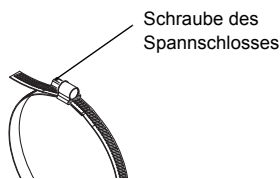

Abb. 9.21: Spannband mit Spannschellenschloss
- Legen Sie das Spannband um das Rohr und schieben Sie es durch das Spannschloss (siehe Abb. 9.21).